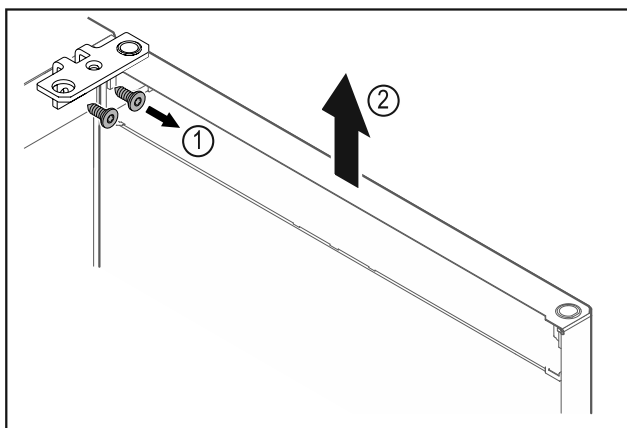

Fig. 9
- ▶ Skruva av gångjärnsfästet Fig. 9 (1).
- ▶ Lyft dörren rakt uppåt med gångjärnsfästet Fig. 9 (2) ca 200 mm och ta av den.